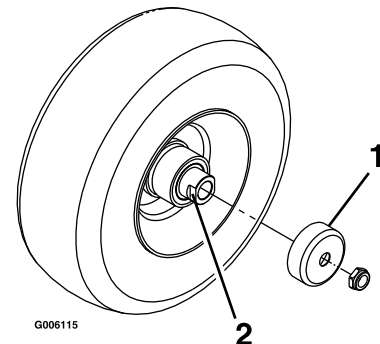

**Figura 43**
9. Retire el adaptador de engrase del punto de engrase. Instale el tapón hexagonal y la tapa (Figura 43).